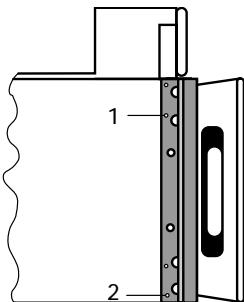

Abb. 9
- Die Schutzeiste durch Entfernen der Befestigungsschrauben 1 und 2 abnehmen (siehe Abb. 9). Leiste abnehmen und Schrauben wieder andrehen.